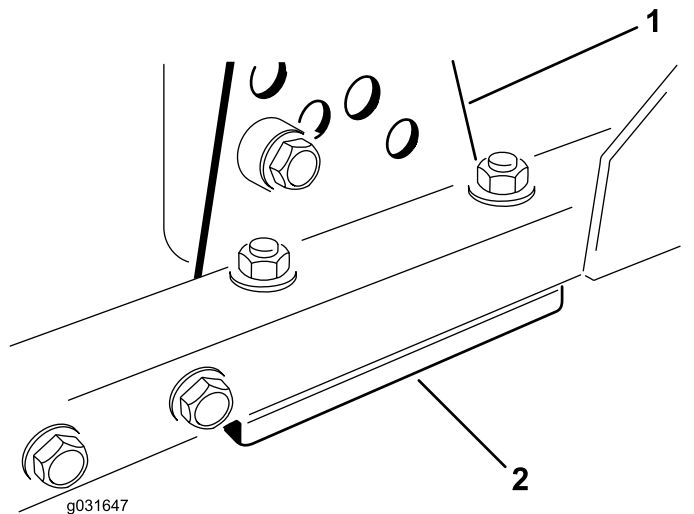

図 68
1. 刈り高ブラケット前、左、右のうち1つをデッキのフレームから外す **図 68**。
2. デッキフレームとブラケットとの間に厚さ 1.5 mm または 0.7 mm のシム、場合によってはこれらの両方を挿入して、希望する刈り高を達成する **図 68**。
3. 余ったシムを刈り高ブラケットの下に入れ、刈り高ブラケットをデッキのフレームに取り付ける **図 68**。